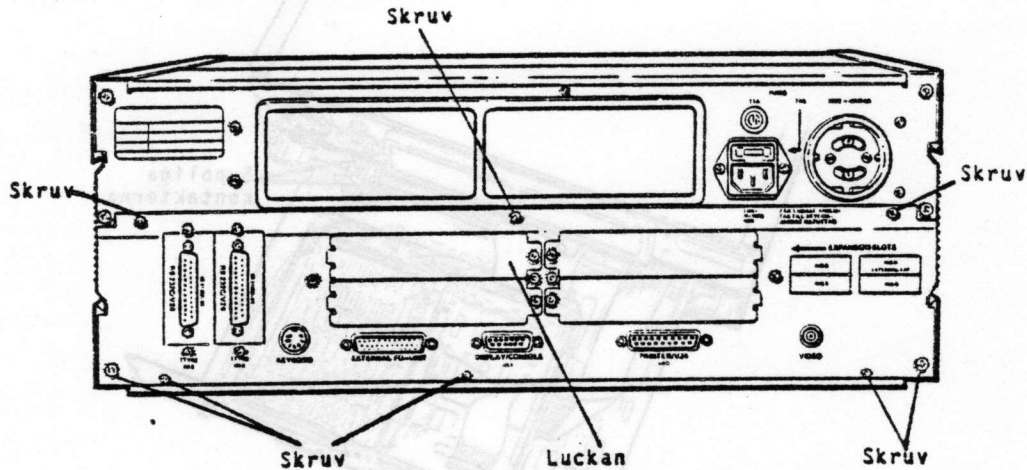

Bild 1
2. Demontera de åtta märkta skruvarna på datorenhetens baksida samt även luckan. (Se bild 1).